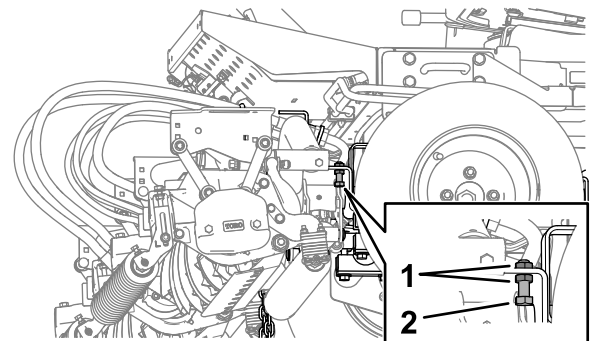

Figura 28
1. Su ogni lato della macchina, allentate i controdadi e ritirate i bulloni di arresto del braccio di sollevamento (Figura 28).